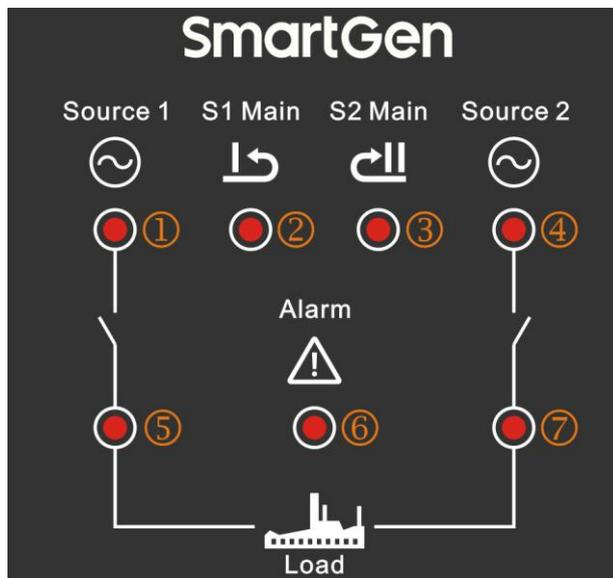

图3 参数配置
在手动模式下，长按  键8秒，可进入参数配置模式，此时手动/自动指示灯●和发电机状态指示灯●闪烁，①、②、③、④号LED灯亮，LED序号如图3所示。